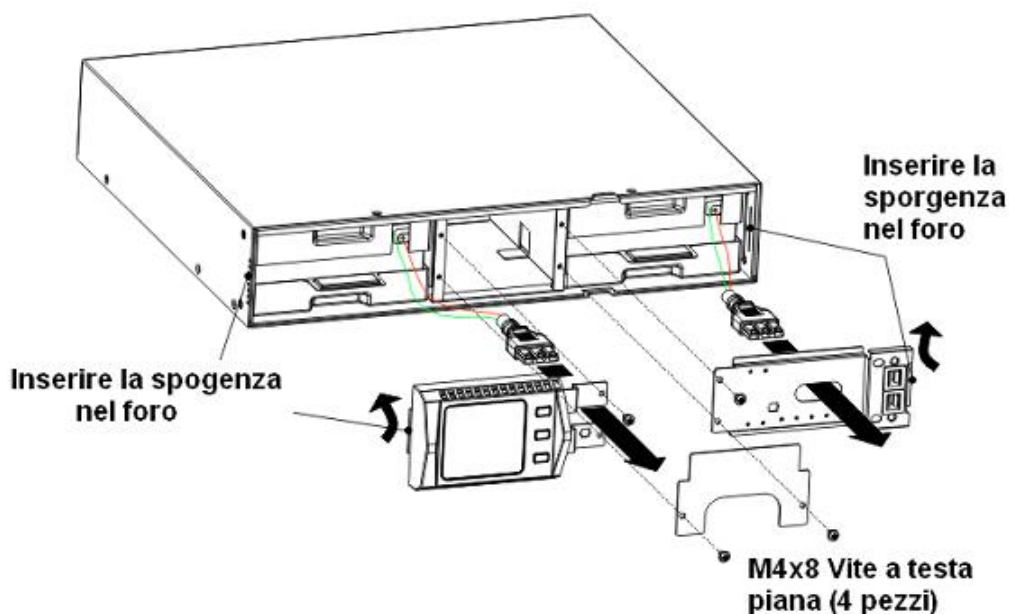

Figura 23 Installazione nuovo pacco batterie
- Prendere il nuovo pacco batterie ed inserirlo nell'apposito vano. Assicurarsi che sia completamente inserito nel suo alloggiamento come mostrato in figura 23.